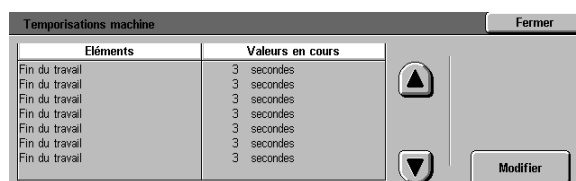

Figure 53 : Écran Délais d'attente
- 1 À partir de l'écran Outils, appuyez sur la touche **Délais machine** pour afficher l'écran Délais d'attente (voir la figure 53).